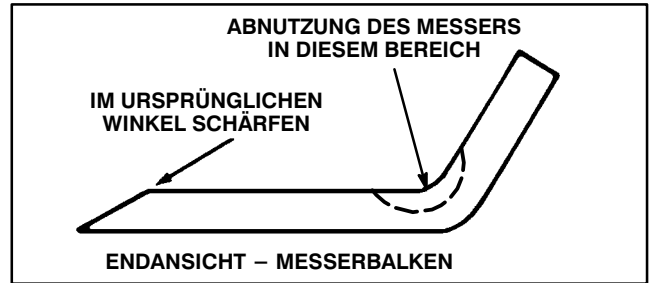

Abbildung 21
7. Die Schnittfläche an beiden Enden des Messerbalkens mit Hilfe einer Feile schärfen (Abb. 21).
**Jedesmal, wenn der Aufsitzmäher hochgekippt wird, den Messerbalken prüfen. Wenn dessen Befestigungsschraube locker ist, diese auf 61–81 Nm festziehen. Wenn Messerbalken oder Windflügel (Abb. 21) am Ende des Messers abgenutzt, korrodiert oder angerissen sind, diese auswechseln. Verbogene Messerbalken auswechseln. Um den sicheren Betriebszustand zu gewährleisten, immer nur echte TORO Ersatzteile verwenden. NIE 'PASSEN SCHON' MESSER VERWENDEN.**